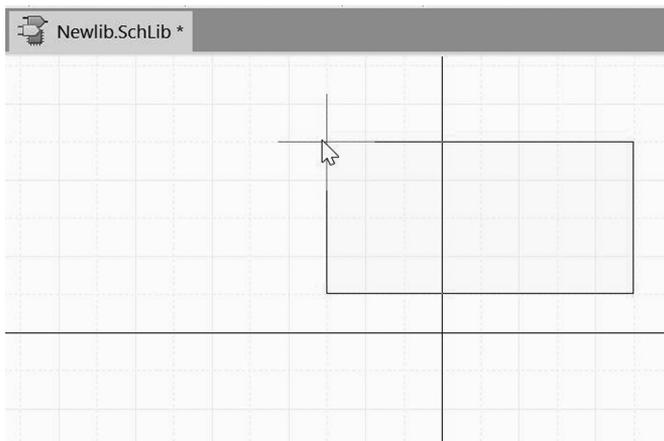

图 4-38 准备绘制矩形符号
② 在“SCH Library(SCH 元件库)”面板上，直接单击原理图符号名称栏下面的 **添加** 按钮，也会弹出同样的原理图符号名称对话框。在这里输入“STC89C52”，单击 **确定** 按钮关闭对话框。
(4) 单击原理图符号绘制工具栏中的 **放置矩形** 按钮，则光标变成十字形状，并附有一个矩形符号，如图 4-38 所示。